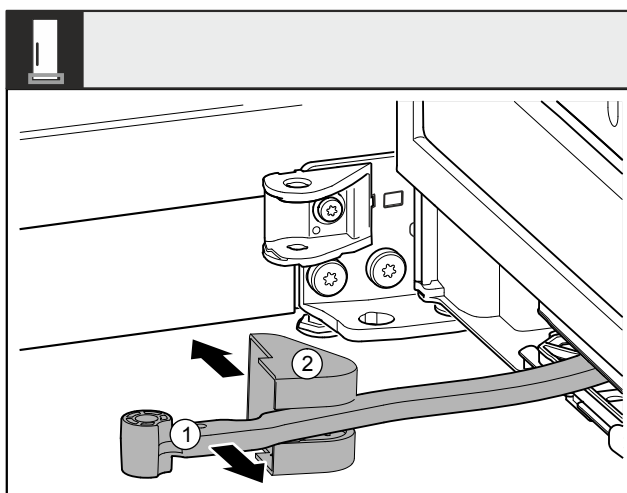

Fig. 11
- Ruotare il giunto Fig. 11 (1) in direzione della porta.
- Rimuovere la copertura del blocco di supporto Fig. 11 (2).